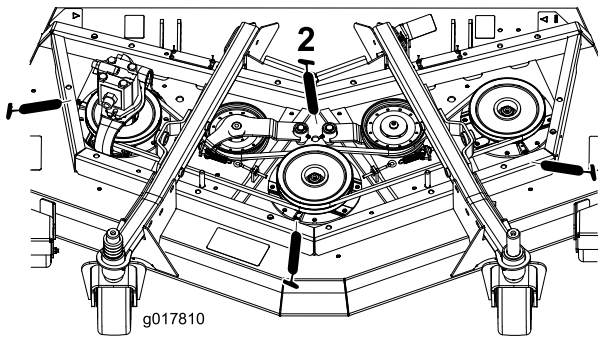

Рисунок 62
- Подшипники валов шпинделей (3 шт.) (расположенные под шкивом) (Рисунок 62)
- Втулки осей поворота рычагов натяжных шкивов (2 шт.) (Рисунок 62)